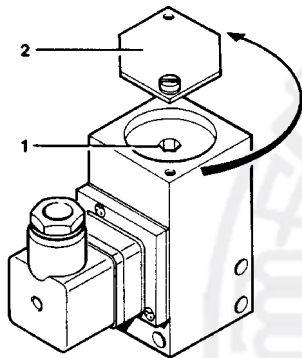

Рис. 57 Выключатель конечного давления
Выключатель давления установлен на конечное давление в соответствии с заказом. Если потребуется дополнительная настройка, то откройте крышку (2, Рис. 57) и настройте регулировочный винт (1) при помощи торцового шестигранного ключа 6 мм на необходимое давление.